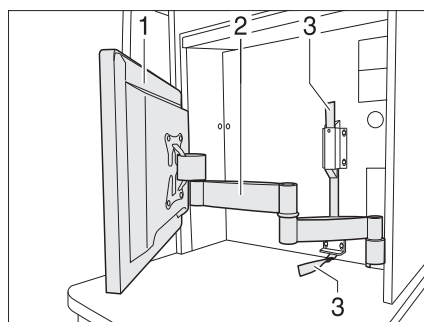

Fig. 60 Ecran plat à bras articulé
- Tirer sur le ruban textile (Fig. 60,3) pour déverrouiller le bras articulé (Fig. 60,2).
- Faire pivoter l'écran plat (Fig. 60,1) dans la position désirée.